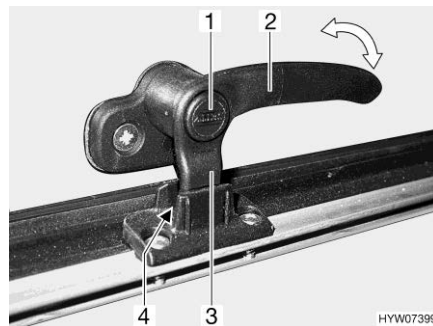
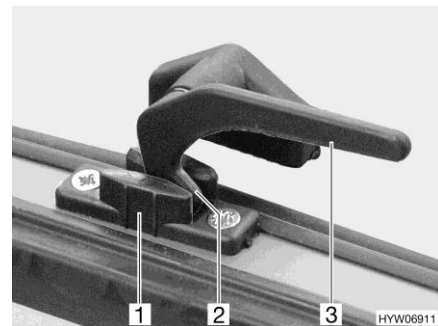

Fig. 97 Palanca de bloqueo con botón de seguridad en la posición de "ventilación continua"
Fig. 98 Palanca de bloqueo en la posición de "ventilación continua"
- En la posición "ventilación continua" (Fig. 97 y Fig. 98)
- Si existe, pulsar el botón de seguridad (Fig. 97,1) y mantenerlo pulsado.
- Girar la palanca de bloqueo (Fig. 97,2 ó Fig. 98,3) un cuarto de vuelta hacia la mitad de la ventana.
- Girar de nuevo hacia atrás la palanca de bloqueo. El saliente de bloqueo (Fig. 97,3 ó Fig. 98,2) de la palanca de bloqueo se ha de introducir para ello en el rebaje del bloqueo de la ventana (Fig. 97,4 ó Fig. 98,1).
- Si existe, soltar el botón de seguridad (Fig. 97,1).